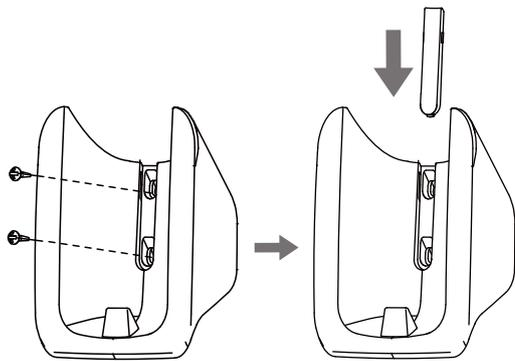

Figura 2.3
- 1) Use os parafusos (acessórios) para fixar e prender o suporte do controle remoto em uma posição estável. Após, encaixe a tampa dos parafusos no suporte (Figura 2.3);